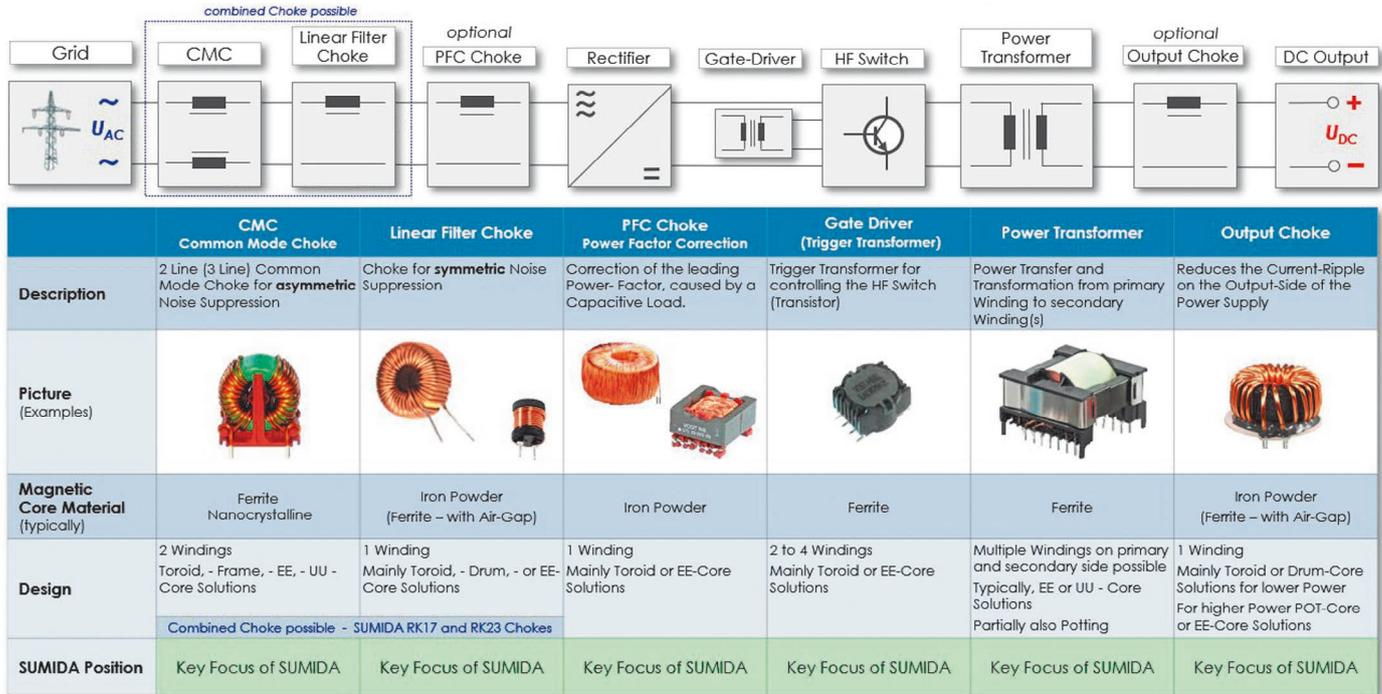

Bild 1: Sumida deckt alle Induktivitäten für Schaltnetzteile ab und realisiert teilweise und vollständig applikationsspezifische Komponenten © Sumida
Bild 1 zeigt die induktiven Komponenten in einem SMPS (Switch Mode Power Supply) am Beispiel von Sumida. Der Hochfrequenz-(HF) Trafo und weitere Induktivitäten bilden den Kern eines Schaltnetzteils (Switch Mode Power Supply, SMPS). Im Eingangsbereich sind die Entstör-Komponenten angeordnet, die für eine Unterdrückung von Störspannungen und Strömen auf den Netz-Zuleitungen sorgen.